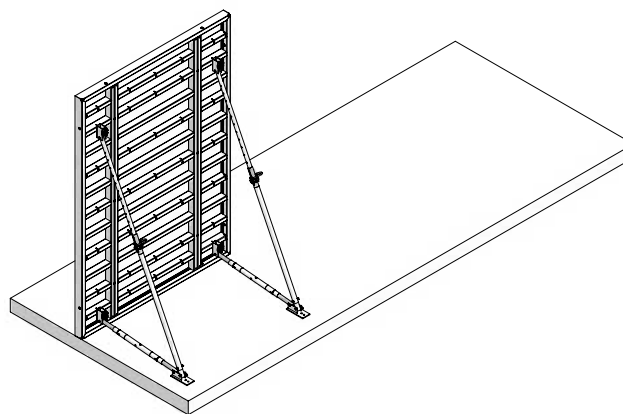

Fig. 5.1
2. Positionner le premier panneau et le fixer au sol ou à un lest béton avec 2 étais combinés TP pour prévenir tout risque de renversement (Fig. 5.1). La platine de pied doit être ancrée solidement dans le sol ou au lest béton – dans la terre avec deux piquets, dans le béton avec deux goujons pour charges lourdes.